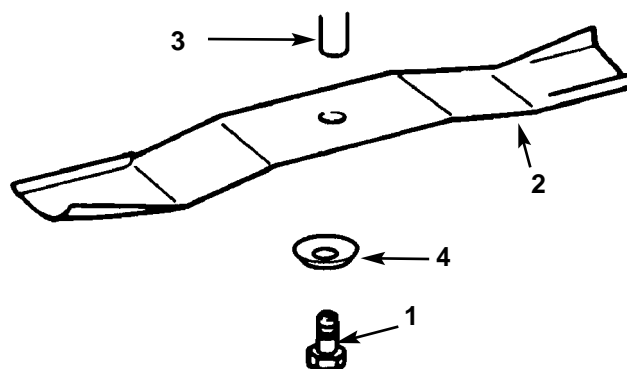

Fig. 36
- Togliere il bullone (chiave 5/8"), la rondella curva e la lama (Fig. 36). Quando si toglie il bullone si può bloccare la lama inserendo un blocco di legno fra la lama ed il tosaerba.
1. Montate la lama, il fermo, la rondella curva (lato a tazza verso la lama) ed il bullone della lama (Fig. 36).